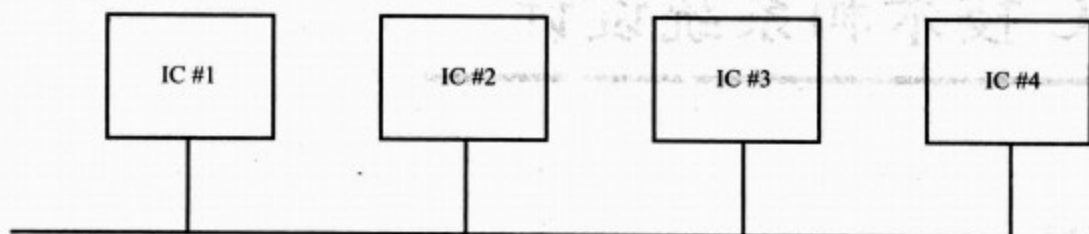

图 B-1 菊花链连接(不推荐用于电源线连接)
(1) 目前有很多不同种类的绕线工具可用。其中最好的就是 Radio Shack,它的价格还不到 10 美元。Radio Shack 工具的型号是 276-1570。该工具集合绕线和解绕功能于同一终端,而且还带有一个独立的剥线器。相比那些把所有功能都集中在一个二端轴的工具,这种安排的工具更容易使用。还有一些是带有绕线焊接枪的,当然是很贵的。
(2) 用于绕线的接线可以是预先切割好的不同长度的,也可以是线轴上的一大捆。预先切割好的接线通常会更贵,而且会受到所购买的接线长度的限制。一大捆的接线可以让你根据需要切成任意长度,也就是每条线都是可以定制的。
(3) 绕线板的种类也是多种多样的。通常称为穿孔板或者绕线板。这些电路板在很多电子商店都有出售(如 Radio Shack)。最好的绕线板应该是在底部有电镀孔的。这些绕线板更好用,因为插槽和引脚可以被焊接到板上,让电路的机械结构更稳固。
(4) 选择一块足够大的电路板,让它能容纳你设计的所有元器件,那样线路就不会太混乱。如果你在将来还希望扩充设计的话,那么就需要保证原来的板有足够的空间放置整个电路。同时,如果可能的话,电路板上的 IC 的布局也应该像电路图那样让信号从左往右传。
(5) 让接线尽量简单,而且不要让引脚受压,并在电路板的每个角上都装上支架。当电路板水平安装时,你也可以在电路板的上面加上支架来提高机械稳固性。
(6) 对于电源接头,可使用标准的接线柱。焊接一些单接线的引脚到每一个通电的接线柱,保证电路连接(电路中每片 IC 至少有一个这样的引脚)。
(7) 为了减少电源的问题,每片 IC 都必须独立地连接到电路板的主电源。如果你的电路板没有内部电源总线,那就采用独立的电源和地线连接每一片 IC 和主电源。也就是说,不要用菊花链(芯片到芯片的连接称为菊花链)的连接,因为那样每条线路需要更多连线而且电阻值更大。如图 B-1 所示。然而,菊花链对于其他连接(如数据、地址还有控制总线)是非常有用的。